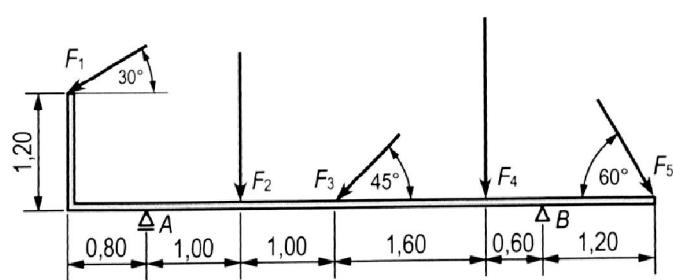

Bild 4.29: Balken
1. Ein Balken ist nach **Bild 4.29** belastet. $F_1 = F_3 = 5 \text{ kN}$, $F_2 = 8 \text{ kN}$, $F_4 = 10 \text{ kN}$, $F_5 = 6 \text{ kN}$. Man berechne